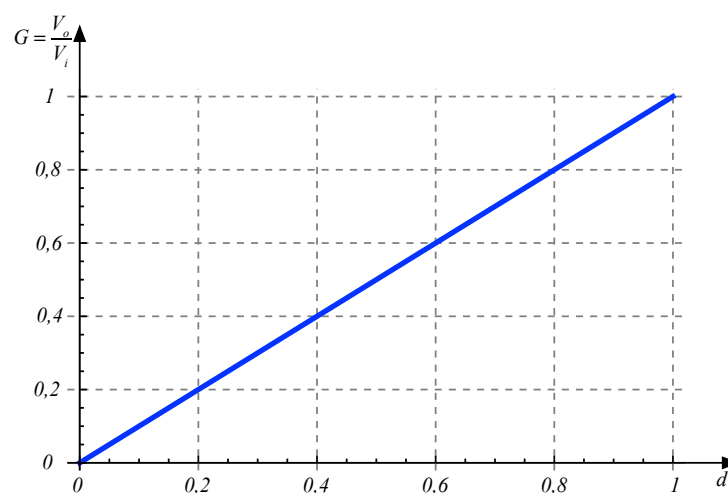

Figura 9 – Ganho estático do conversor cc-cc Buck.
O comportamento da relação entre a tensão de saída e de entrada para variações na razão cíclica entre zero e cem (100) por cento é mostrado na Figura 9. Nota-se pela Figura 9 que o comportamento do ganho estático do conversor é linear em relação às variações da razão cíclica, em termos de valores médios. Este comportamento é idêntico ao observado no capítulo anterior. Isso ocorre porque o comportamento estático do conversor independe de seu filtro (L_o e C_o). Já o comportamento transitório, para fins de controle e proteção do conversor, dependerá destes elementos.
É importante destacar, observando-se a Figura 9 e a expressão que determina a tensão de saída do conversor, que este tem característica de abaixador tensão, isto é, a tensão de saída (V_o) sempre será menor do que a tensão de entrada (V_i), para qualquer valor de razão cíclica (D).